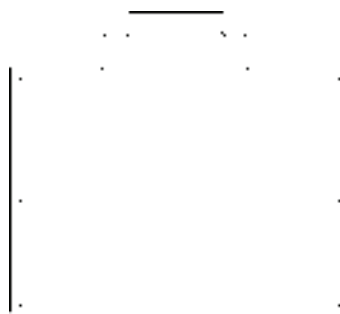

图 3-73 创建外凸墙体造型
3) 按〈Enter〉键, 即可完成外凸墙体造型的绘制, 结果如图 3-73 所示。